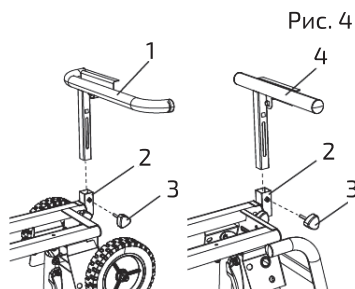

Рис. 4
1. Вставить изогнутую раздвижную опору (1) в крепление (2) раздвижной опоры на стороне колесиков и зафиксировать рукояткой регулировки высоты (3) (рис. 4).
2. Вставить прямую раздвижную опору (4) в крепление (2) раздвижной опоры на стороне ручки и зафиксировать рукояткой регулировки высоты (3).